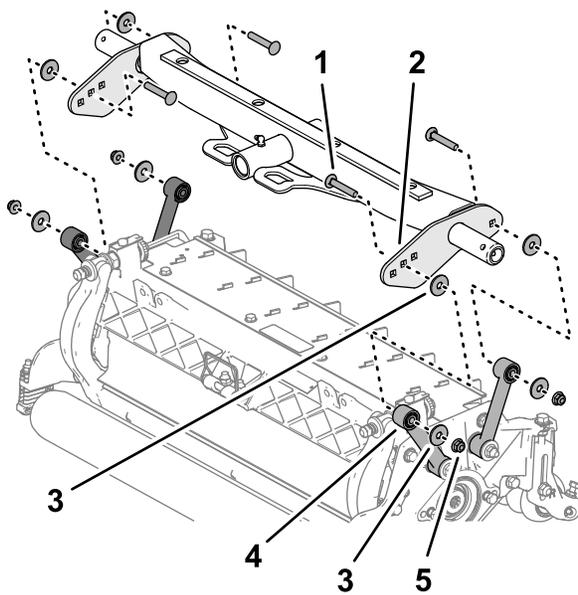

Figura 18
- Alinhe a anilha entre a placa de suporte e a ligação (Figura 18), e monte as placas e o espaçador com um parafuso de carroçaria (3/8 x 2 1/4 pol.), uma anilha e uma porca flangeada (3/8 pol.).